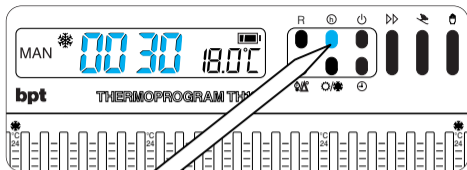
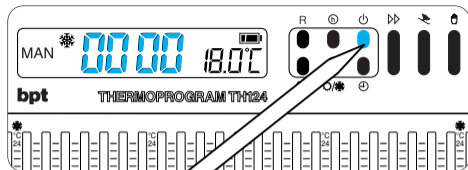

Fig. 34
Fig. 35
**10.1** - Premere il pulsante **h** (fig. 34).
*Per effettuare l'azzeramento del contatore, premere in successione (entro 5 s) il pulsante **h** ed il pulsante **power** (fig. 34 e fig. 35). Dopo l'azzeramento*